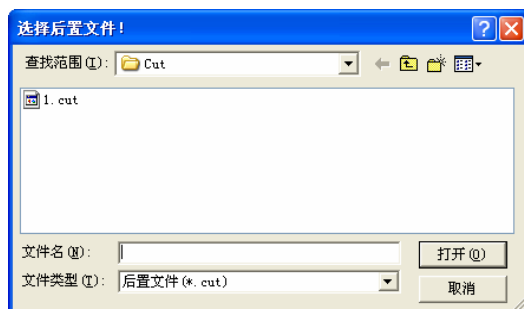

图 3-14 “选择后置文件”对话框
1) 在“数控车”子菜单区中选取“生成代码”命令,则弹出一个需要用户输入文件名的对话框,要求用户填写后置程序文件名,如图 3-14 所示。此外系统还在信息提示区给出当前生成的数控程序所适用的数控系统和机床系统信息,它表明目前所调用的机床配置和后置设置情况。